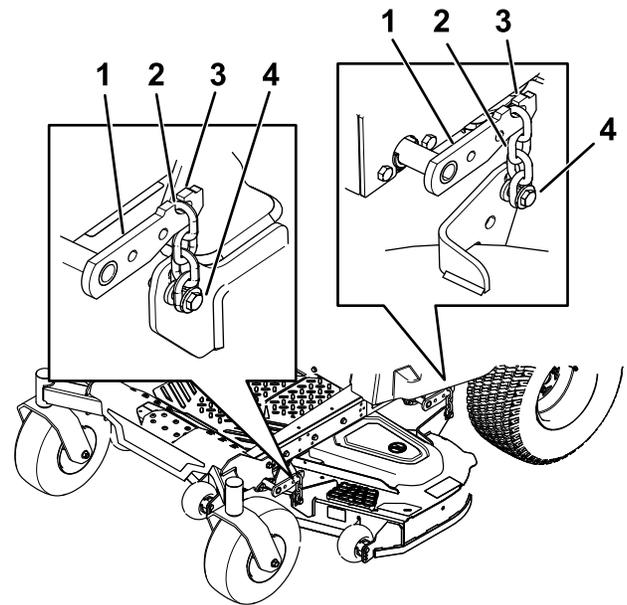

Bild 74
6. Stellen Sie sicher, dass alle vier Ketten gespannt sind (Bild 74).
7. Ziehen Sie die vier Einstellschrauben an (Bild 74).
5. Lösen Sie die Einstellschrauben an allen vier Ecken, sodass das Mähwerk sicher auf allen vier Blöcken sitzt (Bild 74).